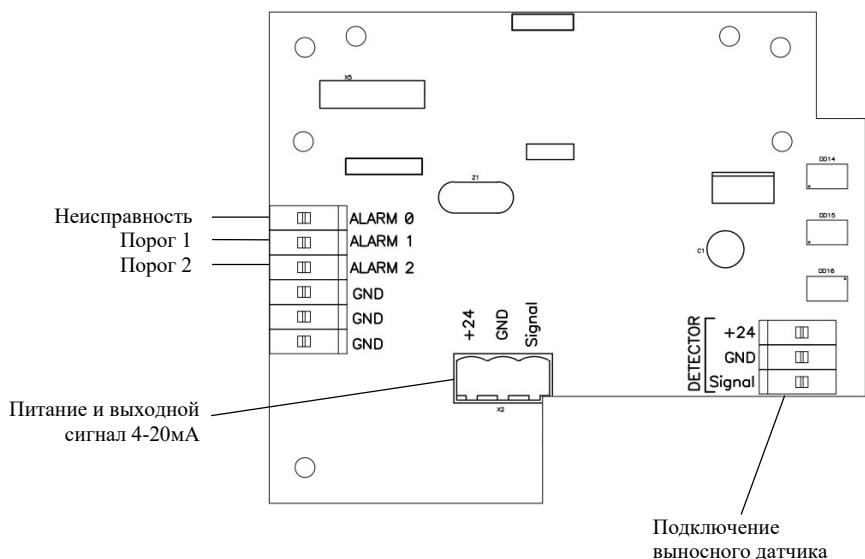

Рис.2 Чертеж основной печатной платы
2.2 Пульт имеет три выходных управляющих сигнала: **Порог1**, **Порог2** и **Неисправность**. На основной печатной плате **Порог1** имеет маркировку ALARM1, **Порог2** – ALARM2, **Неисправность** – ALARM0 (см. рис.2).
- пропустить конец кабеля с защищенными проводами через гермовводы и закрепить провода в клеммных колодках на основной печатной плате в строгом соответствии с маркировкой контактов, указанной на основной печатной плате (см. рис.2).